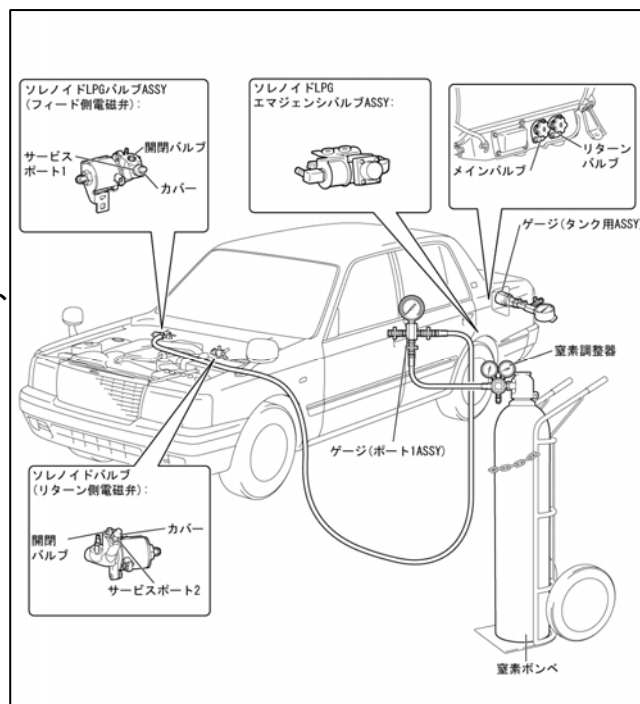

図2
- 窒素ポンペに窒素調整器を介してゲージ(ポート1 ASSY)を接続する。(図2参照)
- ソレノイドLPGバルブASSY(フィード側電磁弁)のサービスポート1にゲージ(ポート1 ASSY)を接続する。(図2参照)
(図1、図2参照)
無いことを確認する。(図1、図2参照)
- f. 窒素ガス充てん圧力が設定圧力まで上昇したら、ゲージ(ポート 1 ASSY)のバルブ A を全閉する。(図1、図2参照)
- a. LPG フューエルタンクのメインバルブおよびリターンバルブを全閉にする。(図2参照)
- b. ソレノイド LPG バルブ ASSY(フィード側電磁弁)の開閉バルブ(二面幅6mm 六角スクリュ)を開く。(図2参照)
開く量は 1 回転以内の範囲とする。(図2参照)
接続部に漏れが無いことを確認する。(図1、図2参照)
- c. IG ONして、ソレノイドバルブ(リターン側電磁弁)を開弁させる。(図2参照)
- d. LPG フューエルタンクのリターンバルブを開け、約5秒後に全閉する。(図2参照)
- a. ソレノイド LPG バルブ ASSY(フィード側電磁弁)の開閉バルブ(二面幅6mm 六角スクリュ)を全閉する。(図2参照)
- b. ゲージ(ポート 1 ASSY)のバルブ A 全閉であることを確認する。(図1、図2参照)